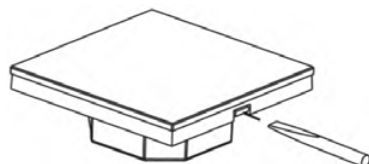

Рис.1.
- 3.2. Отсоедините лицевую панель от корпуса, аккуратно поддев её плоской отверткой (рис.1).